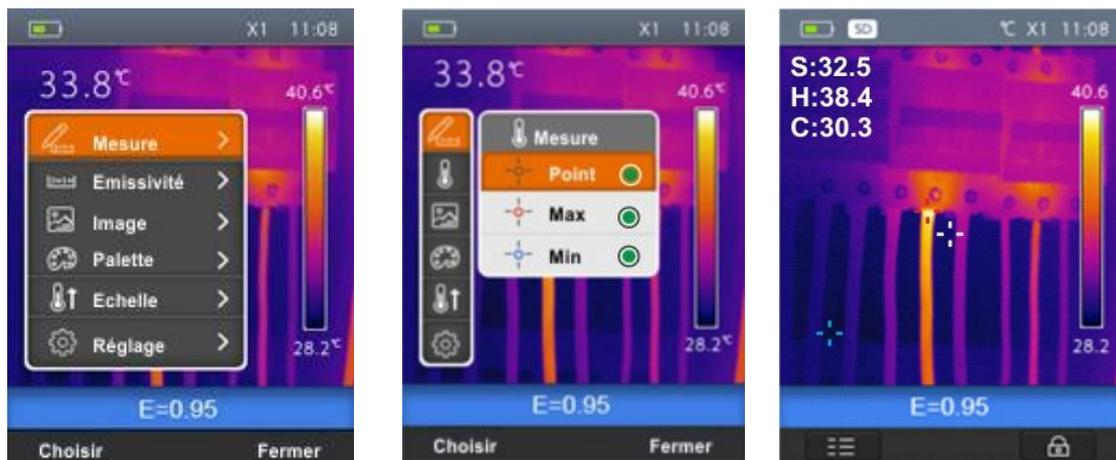

Fig. 17 : Réglage curseurs ou points de mesure
1. Sélectionner « Mesure » à l'aide des touches  $\oplus$  ou  $\ominus$  et appuyer sur la touche . La page-écran de Fig. 17 – partie droite est affichée à l'écran